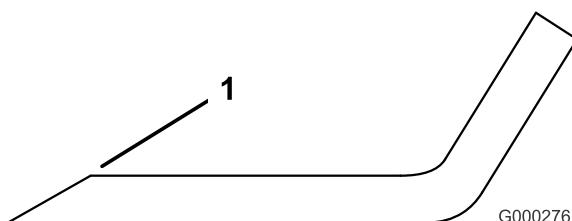

Figura 97
1. Utilice una lima para afilar el filo de corte en ambos extremos de la cuchilla (Figura 97). Mantenga el ángulo original. La cuchilla permanece equilibrada si se retira la misma cantidad de material de ambos bordes de corte.